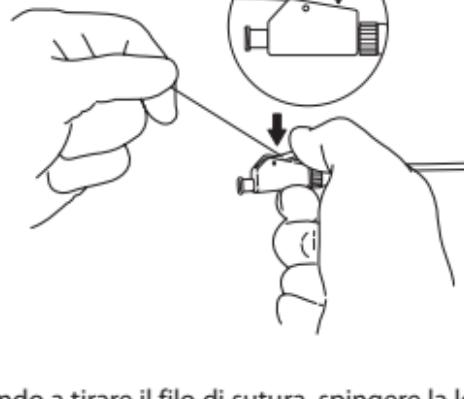

Fig. 2
- b. Continuando a tirare il filo di sutura, spingere la leva della camma di chiusura verso il basso finché non si avverte distintamente uno scatto. L'anello distale dello stent è ora bloccato in posizione (**Fig. 2**)